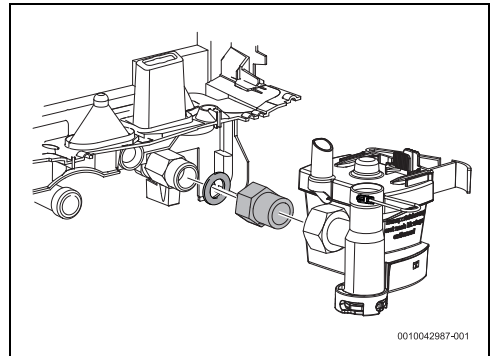

Bild 28 Zusätzliche Buchse
- ▶ Zusätzliche Buchse anbringen, um die ordnungsgemäße Installation des Aquastop-Systems zu ermöglichen (Bild 28).